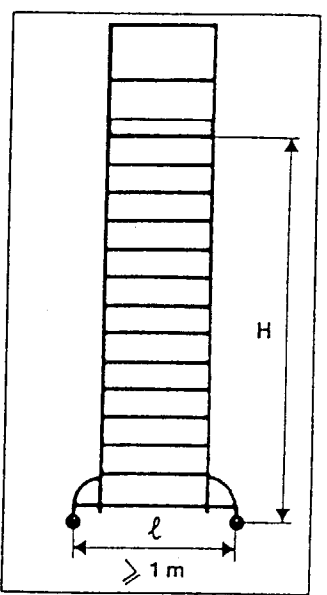

Fig. 2
- Si « H » représente la hauteur du plancher supérieur et « r » la plus petite distance que l'on puisse trouver entre les points d'appui (fig. 2), il est nécessaire, pour assurer la stabilité de l'échafaudage, que :